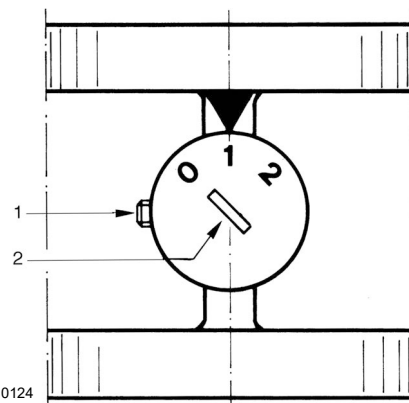

Abb. 29
- Die Scheibe 2)(Abb. 29) zur 0 drehen, um den Gasdurchsatz zu verringern, zur 2 drehen, wenn er erhöht werden soll.